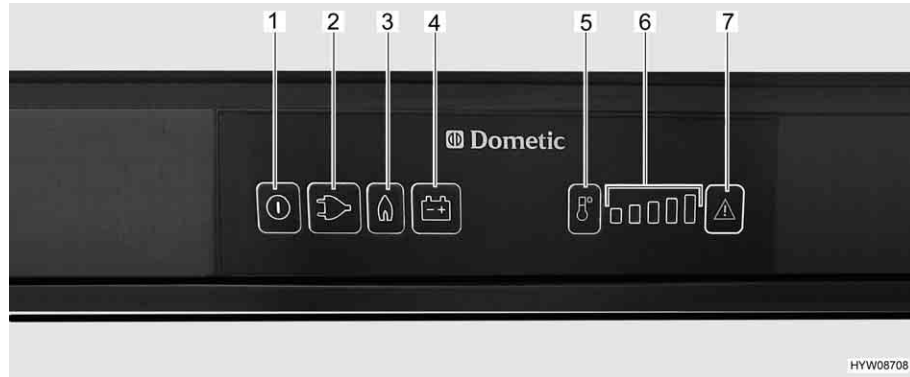

Fig. 165 Boutons de commande pour le réfrigérateur (Dometic Série 8 avec SMSE)
- Appuyer sur la touche Marche/Arrêt (Fig. 165,1) pendant env. 2 secondes. Le réfrigérateur s'allume. La touche du dernier mode de fonctionnement sélectionné s'allume.
- Appuyer si nécessaire sur la touche du mode de fonctionnement "Gaz" (Fig. 165,3). La touche s'allume. L'arrivée de gaz est ouverte. L'allumage s'effectue de manière automatique. Un tic-tac est distinctement perceptible jusqu'à ce que la procédure d'allumage soit effectuée avec succès.
- Régler la température de réfrigération avec la touche de sélection du degré de température (Fig. 165,5).
- Appuyer si nécessaire sur la touche "230 V" (Fig. 165,2). La touche s'allume.
- Appuyer si nécessaire sur la touche de mode de fonctionnement "12 V" (Fig. 165,4). La touche s'allume.